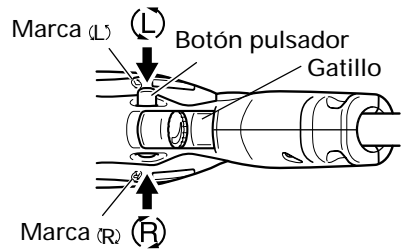

Fig. 5
9. Verifique la dirección de rotación (Fig. 5) La broca gira en el sentido de las agujas del reloj (visto desde el lado trasero) empujando el lado R del botón.